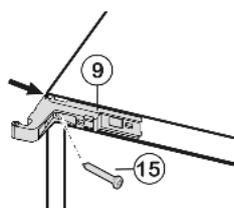

Fig. 14
► Riavvitare fermamente il blocco di supporto superiore Fig. 14 (9) ruotato di 180° sul lato opposto con la vite Fig. 14 (15) a 4 Nm. Appoggiare il blocco di supporto al fianco dell'apparecchio.